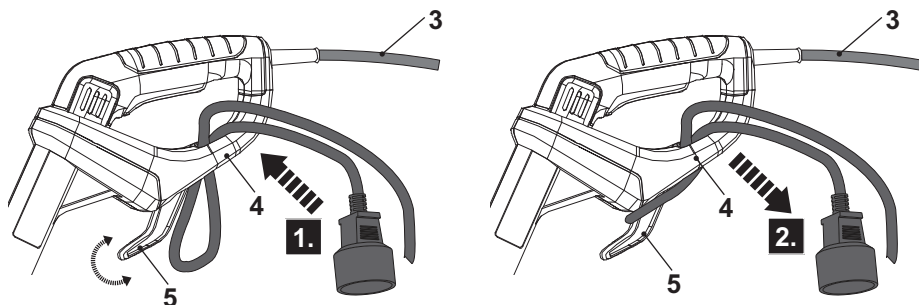

Fig. 4
1. Gire el retenedor de cable (giratorio) (5) y asegúrese de que la punta del retenedor de cable (giratorio) (5) apunte hacia adelante.
2. Doble el cable alargador hacia atrás, a unos 40 cm del extremo y pase el nudo por el agujero de la protección trasera (4) (Fig. 4, paso 1).
3. Páselo por el retenedor del cable (5) y tire suavemente de él para asegurarse de que está bien sujeto (Fig. 4, paso 2).